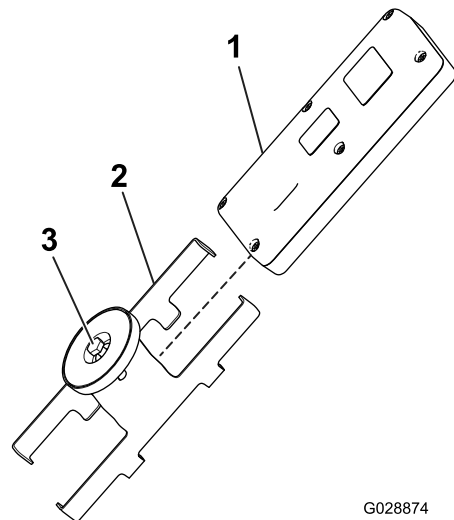

Figura 18
- Instale el control remoto de mano en el soporte magnético remoto, una las dos mitades para ajustarlo y apriete el perno del imán (Figura 18).